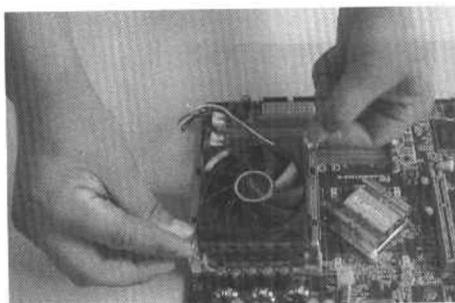

图 1-18 将 CPU 风扇固定好
- ⑩ 将 CPU 风扇放到主板上对应的位置后用各个卡子扣紧，将 CPU 风扇固定好，如图 1-18 所示。